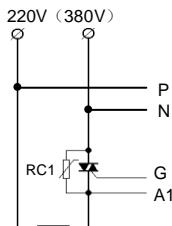
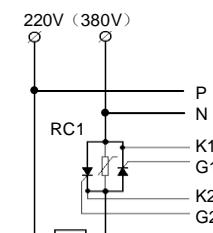

图 11: C2 型应用
图 12: C2 型应用二
3. C2、C8 类型采用传统触发方式, 触发有极性且必须接同步信号线, 请严格参照前文图 11、图 12、图 15 相关接线图连接。